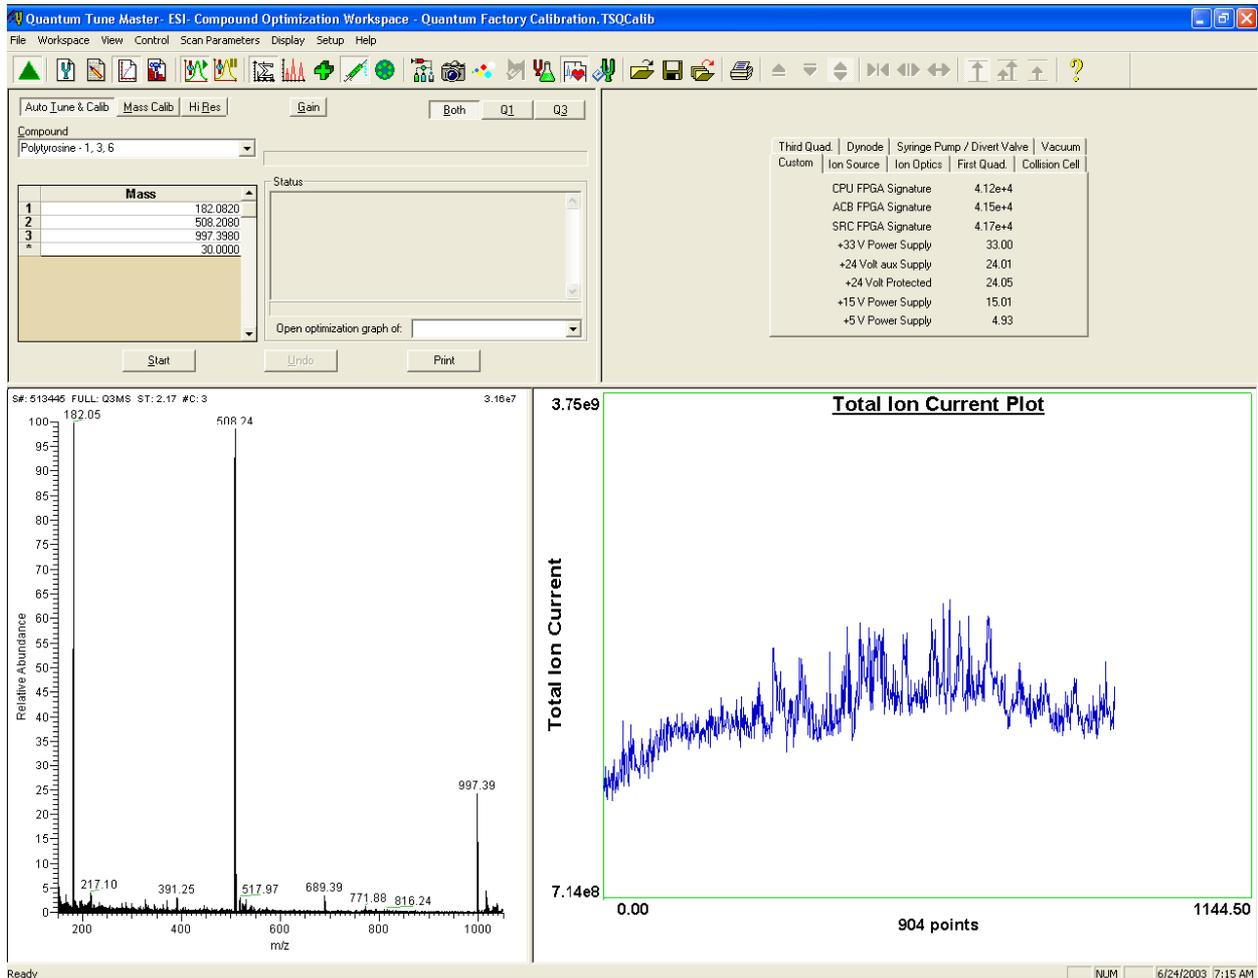

图 2-13. 系统调谐校准视图，图中显示的是聚酪氨酸信号
1. 在 Tune Master 窗口中点击 System Tune and Calibration Workspace 按钮 ，显示该工作区域，见图 2-13。
2. 在工作区域左上角的 System Tune and Calibration 视图中的 Compound 列表中选择 *Polytyrosine-1,3,6*，将自动选择使用聚酪氨酸三种正离子进行调谐校准(图 2-13)。